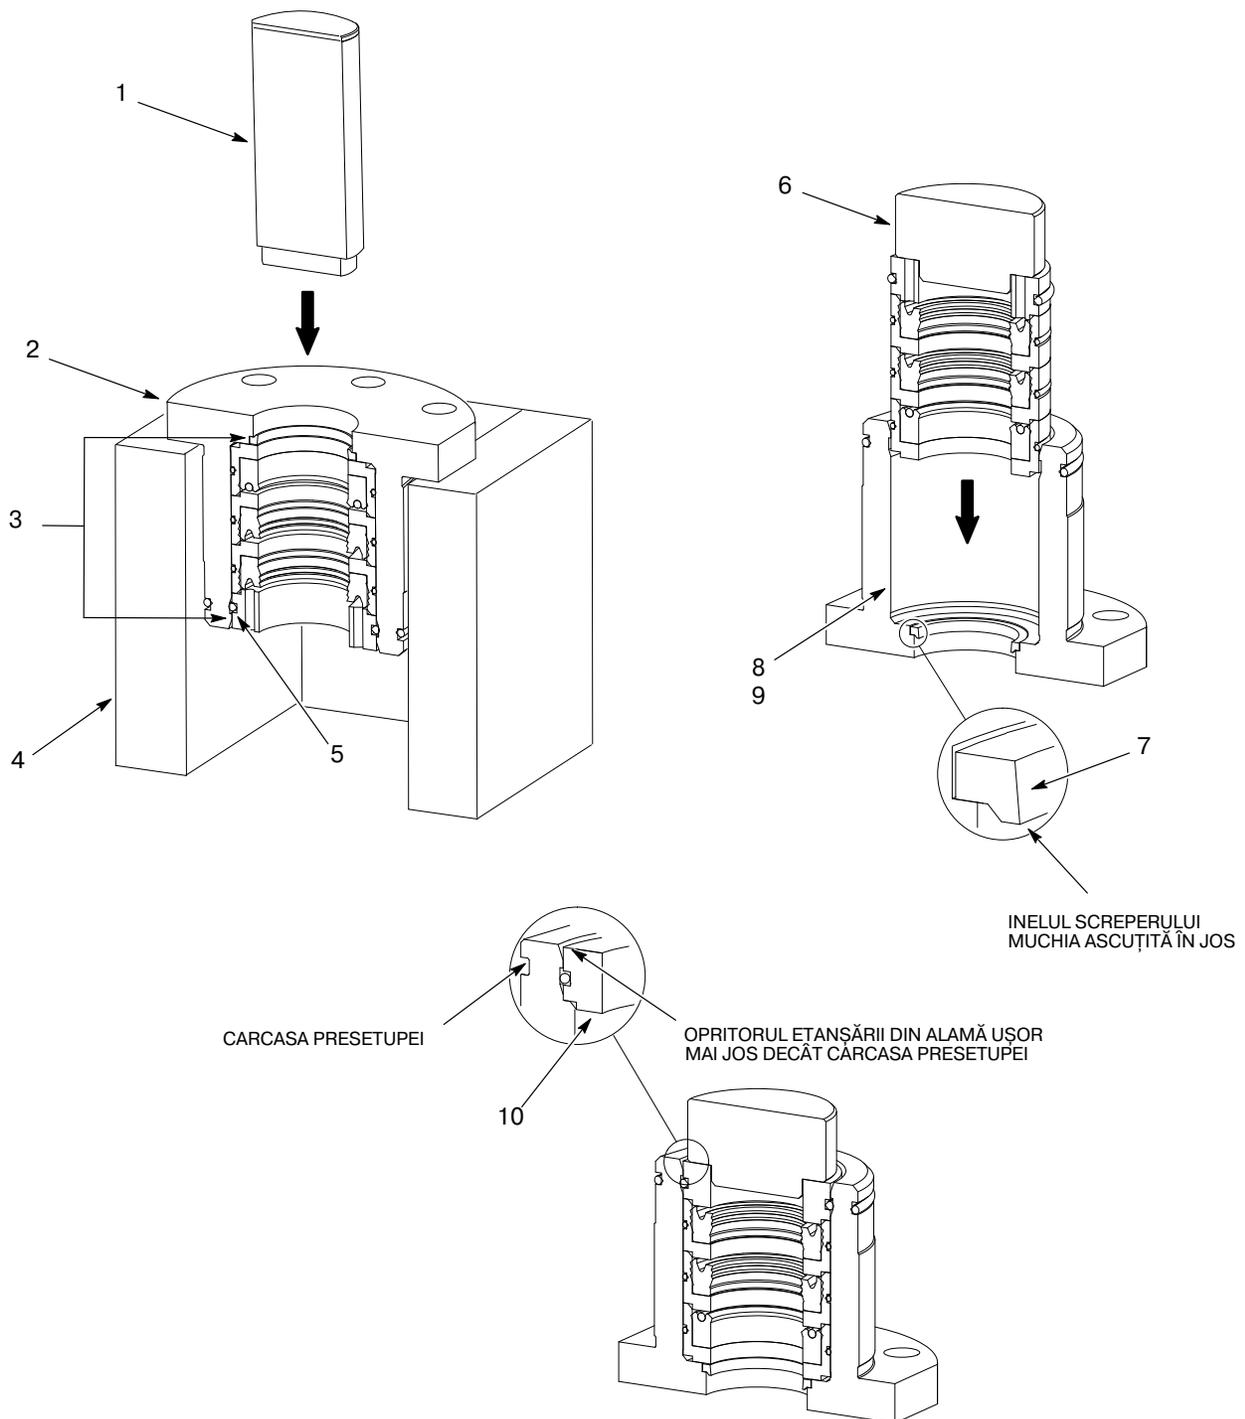

Figura 14 Înlocuirea pieselor interioare ale presetupei
1. A se vedea Figura 14. Așezați carcasa presetupeii (2) pe un dispozitiv de fixare (4).
**NOTĂ:** În timpul demontării pieselor interne, canelura opritorului va rupe inelul de etanșare (5).
2. Introduceți arborele de demontare (1) în carcasa presetupeii. Cu ajutorul presei, scoateți prin apăsare piesele interioare (3).
4. Acoperiți alezajul (8) carcasei presetupeii cu lubrifiant pentru inele de etanșare (9).
5. Introduceți inelul screperului (7) cu muchia ascuțită în jos, în presetupă (2).
6. Cu ajutorul uneltei pentru introducere (6) și prin apăsare, introduceți noile piese interioare în carcasa presetupeii (2). Asigurați-vă că opritorul etanșării din alamă sau șaiba de rezervă (10) sunt la același nivel sau puțin mai jos decât carcasa presetupeii, așa cum este prezentat.